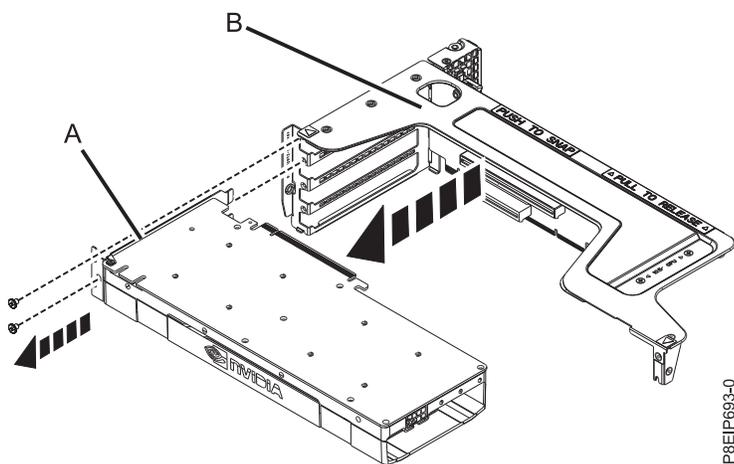

図 25. ライザーからの GPU の取り外し
- f. GPU (A) のプラグを PCIe アダプター・ライザー (B) から抜きます (図 25 を参照)。